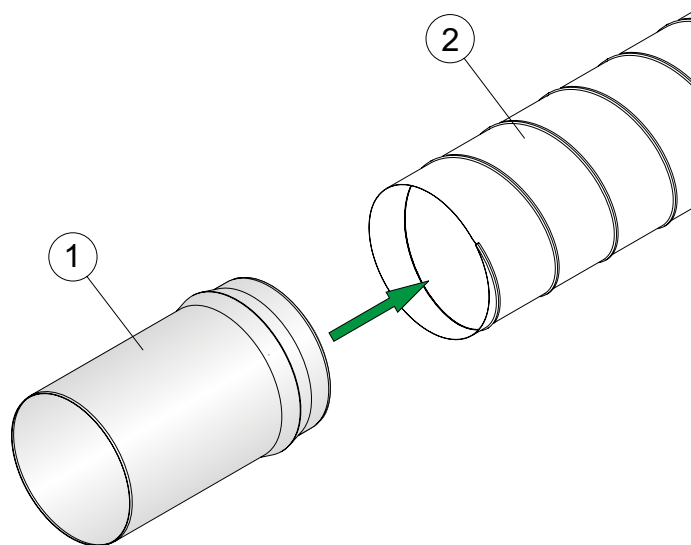

Fig. 2.19
- 1) Inserire il nipple (1) nel tubo emittente (2) facendo attenzione che la parte conica sia ben aderente tutto attorno al tubo (fig. 2.19).